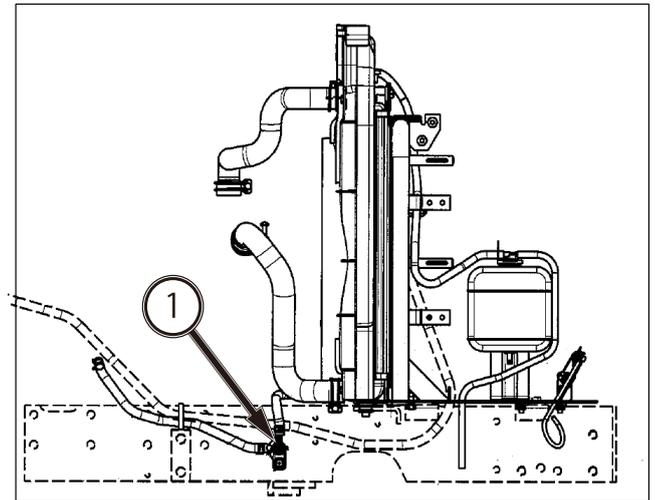

FIG. 96
FIG. 96 y 97: Abra la válvula de vaciado (1) a la derecha del motor para vaciar el refrigerante. Retire el tapón del radiador (2) para facilitar el flujo del refrigerante. Desmonte el depósito de expansión (3) para vaciarlo.